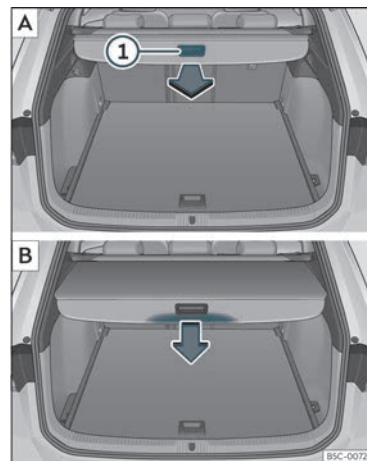

Fig. 109 Nel bagagliaio: srotolare e arrotolare il pianale.
• Tirare in modo uniforme all'indietro la maniglia di appiglio del pianale»» fig. 109 ① A ed estrarla al massimo finché non si sente uno scatto.
• Premere la maniglia di appiglio del pianale nel senso della freccia, fino a sbloccarlo »» fig. 109 B.